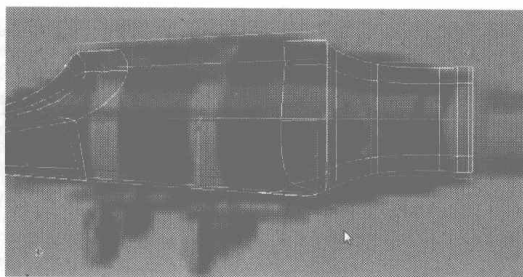
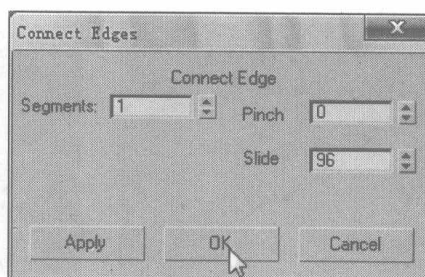
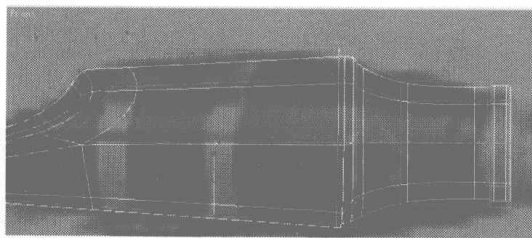

图 2.65
图 2.66
图 2.67
- 17** 选择如图 2.65 所示的曲线，单击 **Connect** 右边的小按钮，添加细分曲线，在弹出的对话框中设置参数如图 2.66 所示，结果如图 2.67 所示。至此，萨克斯的头部制作完毕。